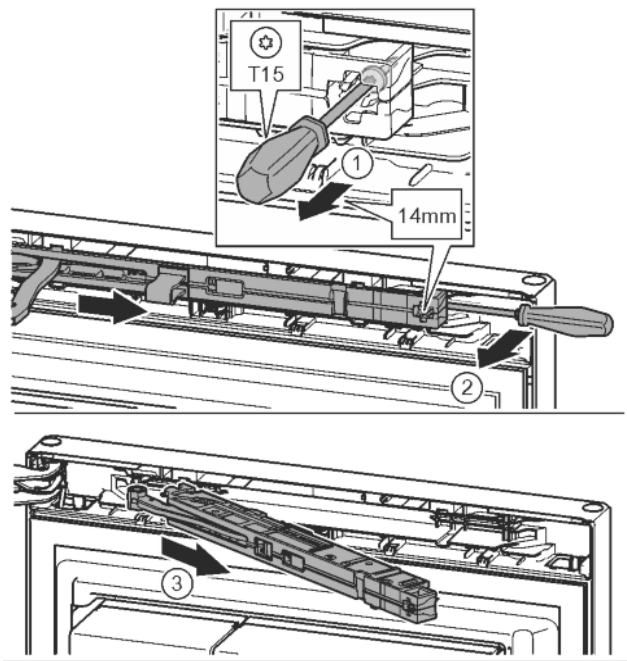

Fig. 12
- ▶ A záráscsillapító egységénél T15 csavarhúzóval kb. 14 mm-rel engedje ki a csavart. Fig. 12 (1)
- ▶ Egy csavarhúzóval nyúljon a markolat oldaláról a záráscsillapító egység mögé, és forgassa előre. Fig. 12 (2)
- ▶ Húzza ki a záráscsillapító egységet. Fig. 12 (3)